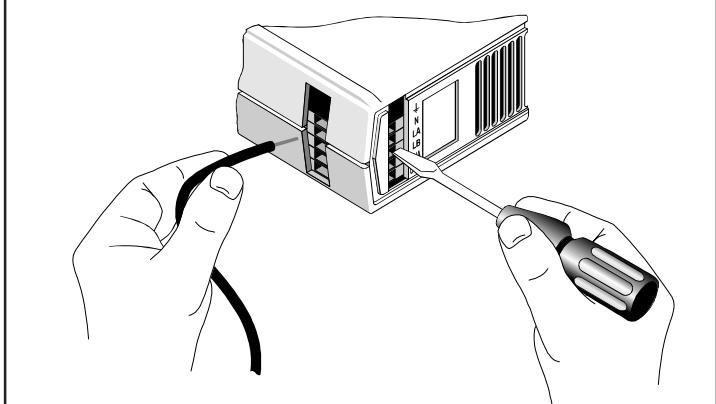

Fig. 1-2 : Connexion au bornier à raccordement rapide (sans vis)
2. Insérez le tournevis le plus loin possible dans chaque trou de relâchement (voir Fig. 1.2.). Ceci ouvrira la lamelle de serrage, permettant ainsi de sortir le câble. Il est conseillé de coller des étiquettes identifiant les câbles d'entrée et de sortie.
3. Insérez un petit tournevis dans l'encoche située sur la plaque recouvrant le bornier, puis, en faisant levier, retirez délicatement cette plaque pour accéder au bornier (voir Fig. 1-2).
Insérez le tournevis le plus loin possible dans chaque trou de relâchement (voir Fig. 1.2). Ceci ouvrira la lamelle de serrage, permettant ainsi l'introduction du câble. Retirez délicatement le tournevis et contrôlez la bonne fixation du câble